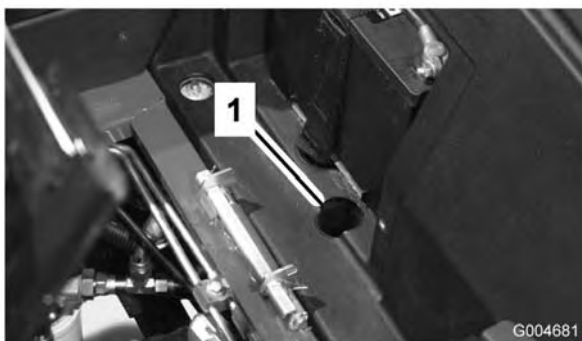

Figura 28
1. Levante el asiento y retire la tapa de la batería. La válvula auxiliar está situada delante de la batería (Figura 28).